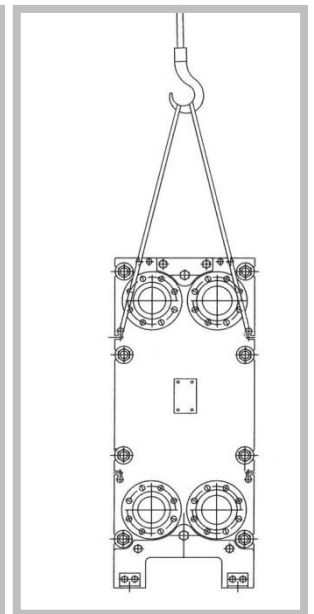

Figura 27
4. Baje el ICP de las patas del aparato con cuidado (Figura 27).